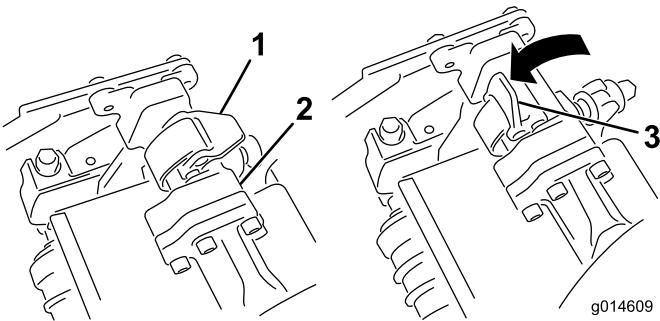

Figura 33
3. Com os fechos na barra do braço de suspensão a apontar para cima (i.e., abertos) (Figura 33), empurre o braço de suspensão para baixo de forma a que a barra passe pela barra através da parte superior da unidade de corte (Figura 34).
4. Feche os fechos para baixo e em redor da barra da unidade de corte e bloqueie-os no sítio (Figura 33).
4. Abra os fechos na barra do braço de suspensão da unidade de corte que está a remover (Figura 33).